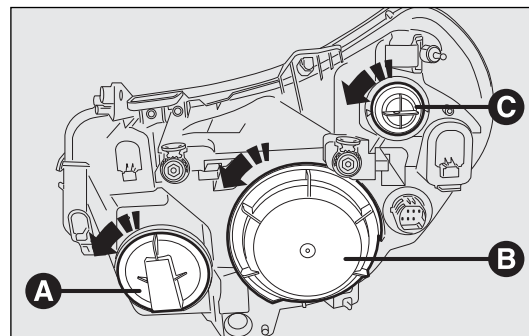

fig. 186
Para sustituir la bombilla de las luces de carretera hay que quitar el tapón A-fig. 186.
Para sustituir la lámpara de las luces de cruce/ posición, quitar el tapón B-fig. 186.
Para sustituir la lámpara de los intermitentes, quitar el portalámparas C-fig. 186.
- ☐ retirar la tapa de protección B-fig. 186 girándola hacia la izquierda;
- ☐ volver a montar la tapa de protección B-fig. 186 girándola hacia la derecha y asegurándose de que quede bien bloqueada.
- ☐ retirar la tapa de protección A-fig. 186 girándola hacia la izquierda;